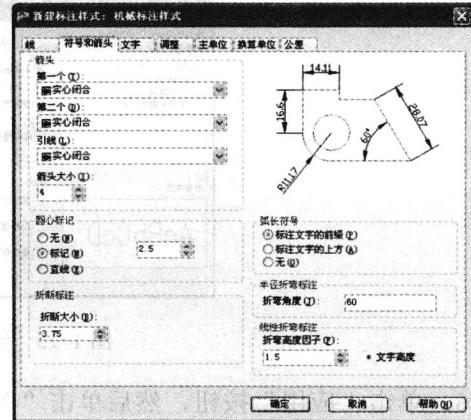

图 1-19 设置“符号和箭头”选项卡
4. 打开“符号和箭头”选项卡，在“箭头大小”文本框中输入“4”，使箭头的长度为 4mm；在“折弯角度”文本框中输入“60”，使半径折弯标注时尺寸线的折弯角度为 60°。其他选项保留默认设置，如图 1-19 所示。